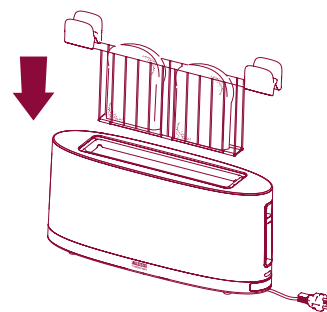

Fig. 14
- 2 Refermer la pince et l'introduire dans le grille-pain (fig. 14).